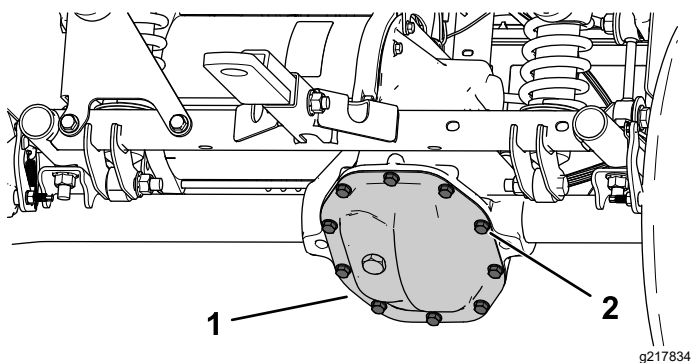

Bild 51
2. Entfernen Sie die Schrauben von der Getriebeabdeckung und lassen Sie die Flüssigkeit ganz ab (Bild 51).
1. Stellen Sie eine Auffangwanne unter die Getriebeabdeckung (Bild 51).